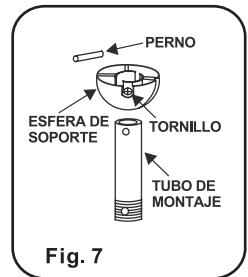

Fig. 7
Paso 3. Afloje el tornillo fijo de la esfera de soporte y saque el perno y la esfera de soporte del tubo de montaje. (Fig. 7)